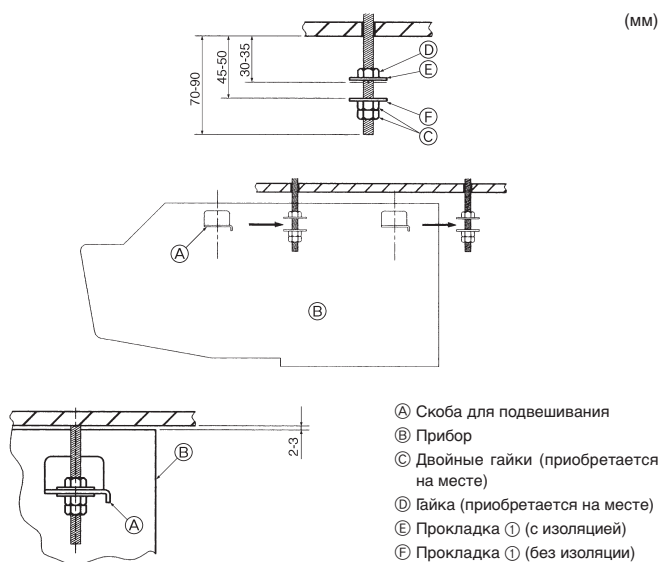

Fig. 3-6
3.3. Установка внутреннего прибора (Fig. 3-6)